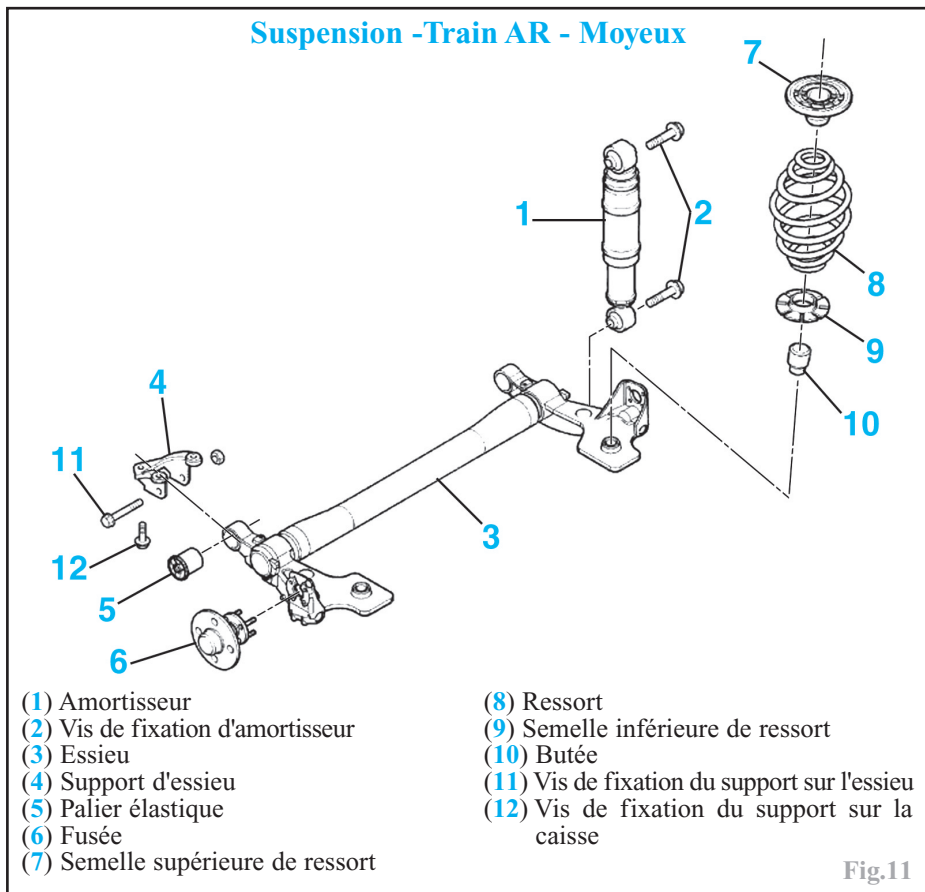

Fig.11
Déposer les agrafes (1) de retenue des conduites de frein sur l'essieu (Fig.11).
Le train arrière est en place, lever les bras de suspension jusqu'à obtenir un espace de $L = 177 \pm 10$ mm entre le logement du ressort et celui de la caisse (Fig.11).